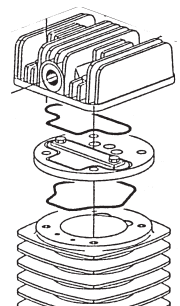

Bild 6
- Ventilplatten in folgender Reihenfolge montieren: Dichtring - Ventilplatte - Dichtring - Zylinderkopf. (Bild 6)